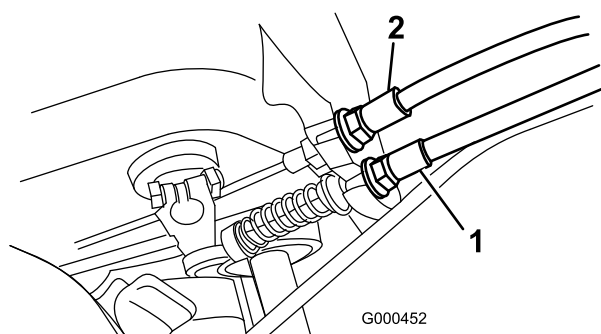

Figura 44
2. Para aumentar a tensão do cabo, desaperte a porca de bloqueio do cabo dianteiro e aperte a porca de bloqueio do cabo traseiro (Figura 44) até que seja obtida uma força de 5,4–7,3 kg, de maneira a que se possa accionar o controlo da tracção.